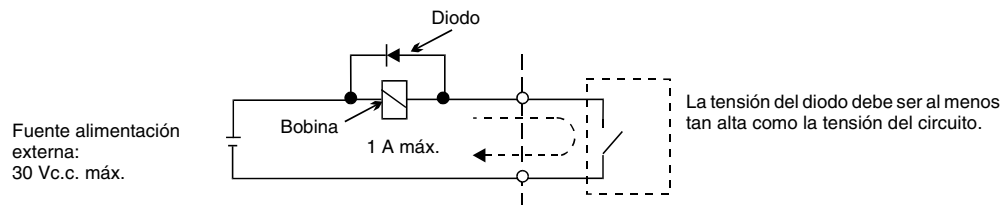

Fig. 6 Conexión del diodo
- *3. Cuando controle una carga reactiva, como una bobina de relé con alimentación de c.c., inserte siempre un diodo como se muestra en la Fig. 6